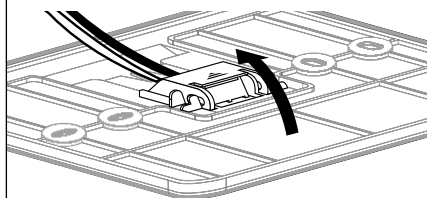

fig. 2
- collegare la coppia di fili al connettore (come spiegato nella pagina seguente) e richiudere la linguetta di protezione (fig.2),